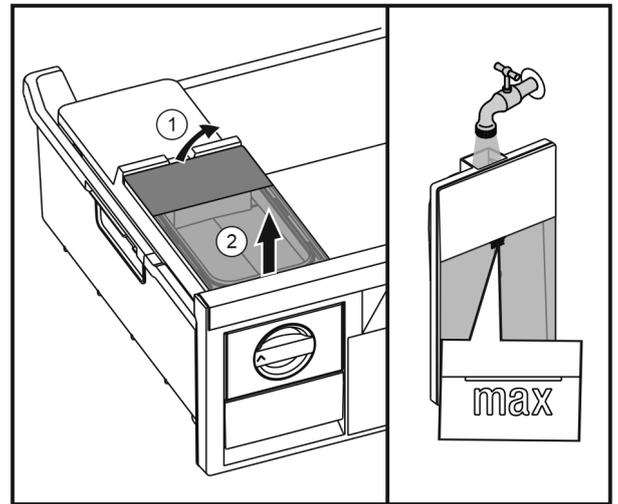

Fig. 26
- ▶ Soulever le réservoir d'eau depuis l'arrière Fig. 26 (1) et l'enlever vers le haut Fig. 26 (2).